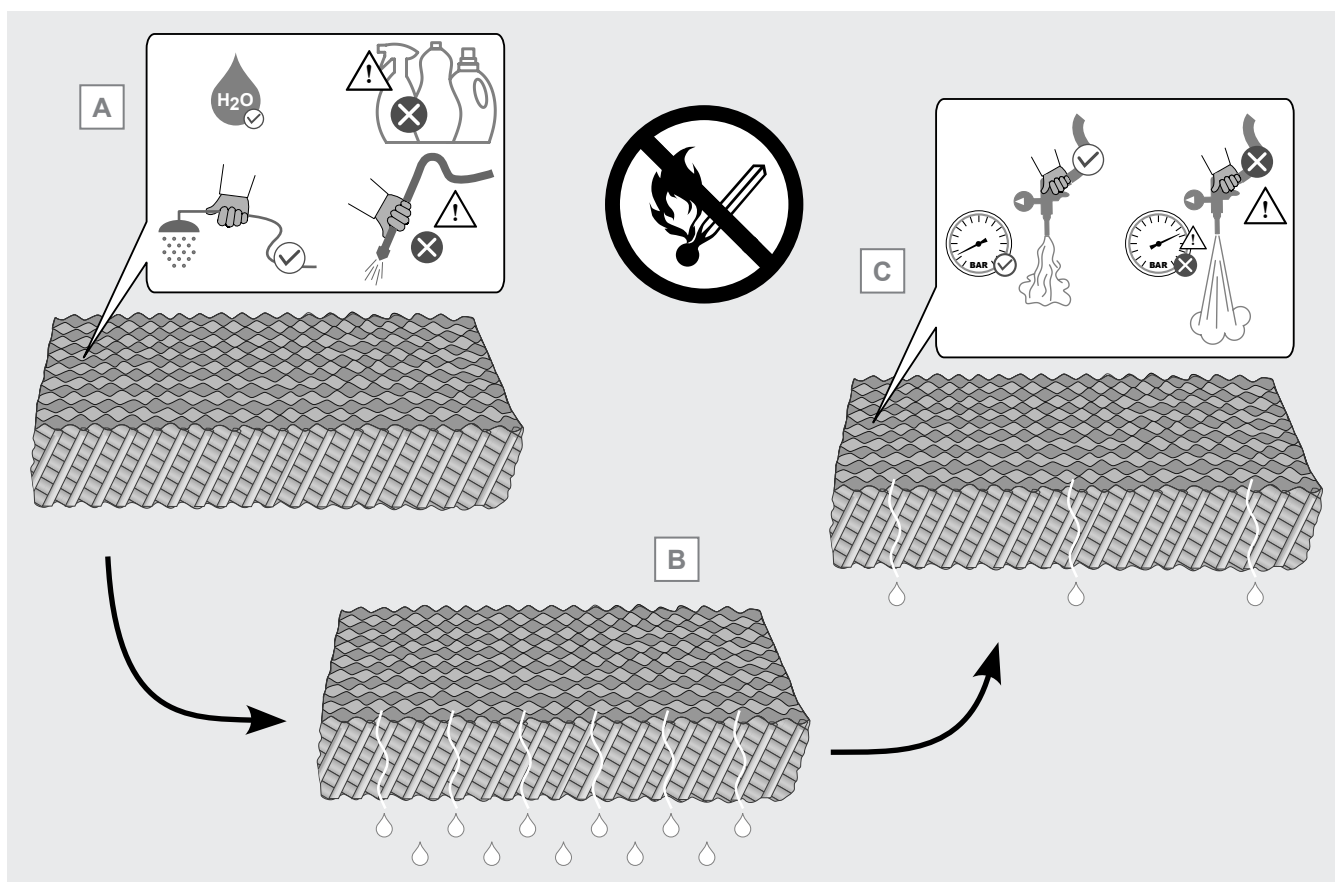

Figura 19
- 12.9.11 Utilice sólo agua para la limpieza. No utilice detergentes, desincrustantes, espumantes ni sustancias ácidas o alcalinas. El uso de detergentes u otras sustancias para limpiar los paneles puede provocar el deterioro del cartón, el crecimiento de algas y la proliferación de bacterias. Las algas, las bacterias y los microorganismos en general pueden comprometer de forma permanente la estructura del cartón y, por tanto, sus prestaciones. Véase la Figura 19 A.
- 12.9.12 Después de la limpieza, deje escurrir el agua del panel durante unos minutos, véase la Figura 19 B. Si es necesario, elimine el exceso de agua con un chorro de aire comprimido a baja presión. Tenga cuidado de no dañar los paneles con una presión excesiva, véase la Figura 19 C.